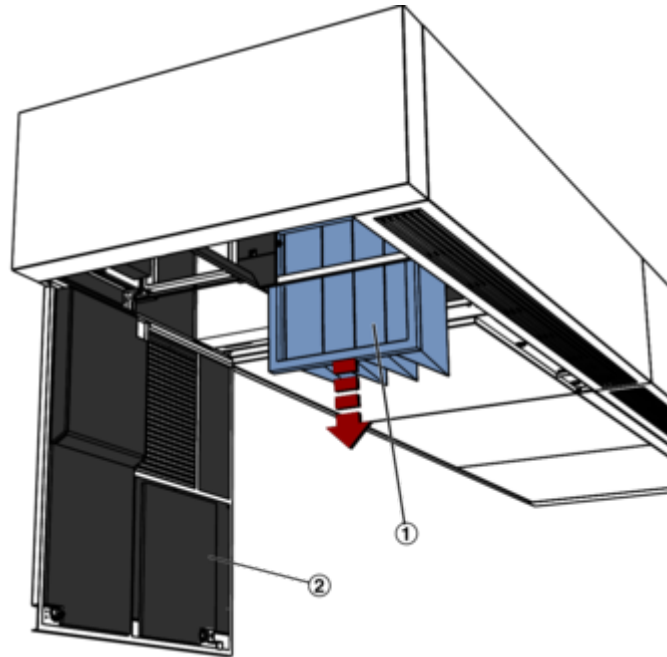

Abb. 85: Feinstaubfilter
3. ▶ Am Filter (Abb. 85/1) die Sicherungslasche öffnen und den Filter aus dem Filtereinschub herausziehen.